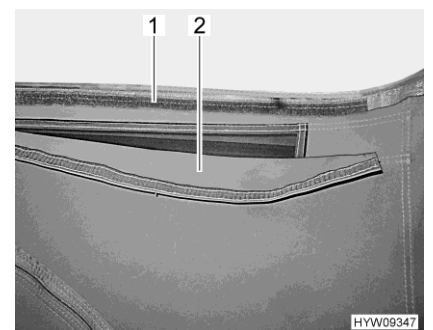

Fig. 53 Aération (ouverte)
- Tirer le pan d'étoffe (Fig. 53,2) vers le haut et presser la bandes velcro (Fig. 53,1).